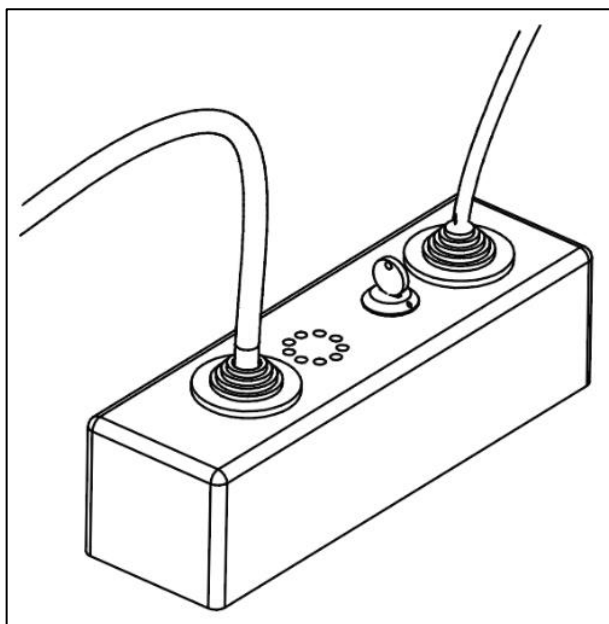
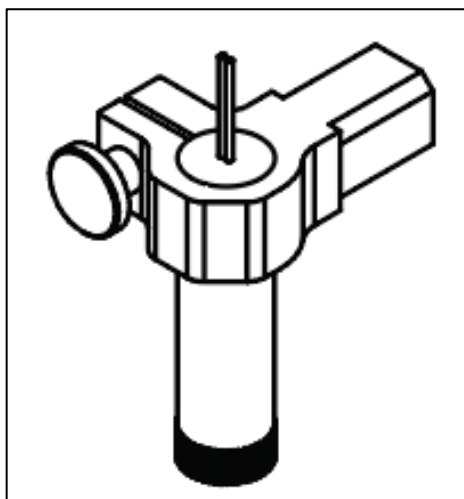
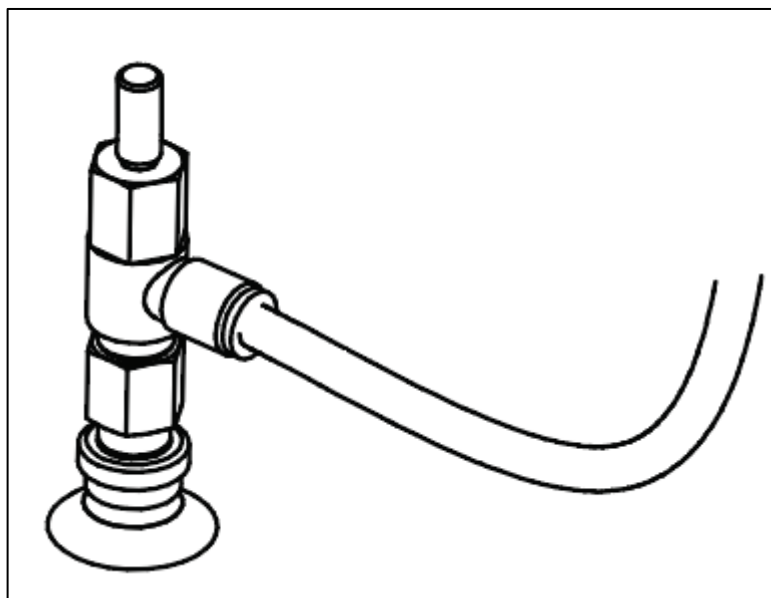

Рисунок 11 – Внешний блок коммутации инструмента
Рисунок 14 – Лазерная головка с фиксатором инструмента
Рисунок 17 – Присоска вакуумного захвата
Внешний блок коммутации инструмента (Рисунок 11) предназначен для:
В состав модуля входят лазерная головка с фиксатором инструмента (Рисунок 14) и защитные очки. Для обеспечения работы модуль подключается через блок коммутации инструмента (Рисунок 11). Для обеспечения безопасной работы питание модуля управляется через ключ-выключатель (см. раздел 1.2.5).
Модуль захвата вакуумного состоит из присоски вакуумного захвата (Рисунок 17) и вакуумного насоса (расположен в блоке коммутации инструмента (Рисунок 11)).
- Присоедините, с помощью фитинговых держателей, полиуретановую трубку для компрессора: один конец к присоске (Рисунок 18), другой к блоку коммутации инструмента (Рисунок 11).